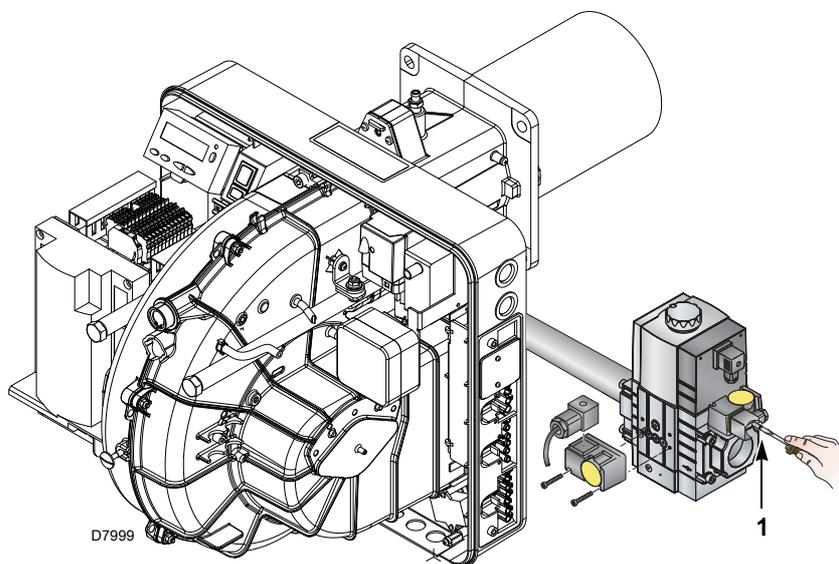

图 31
- 连接一个压力计到最小燃气压力开关的压力测试点 1) (图 31)，检查燃气供应压力：必须低于燃气阀组所能允许的最大压力，见燃气阀组标牌。
- 将燃气阀组管路中的空气排净，连接一个塑料管到最小燃气压力开关的压力测试点 1) (图 31)。